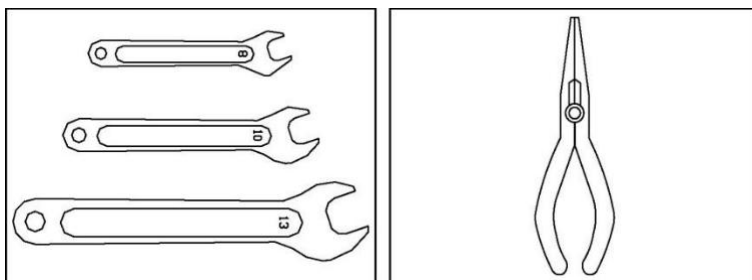

Figura 2
- Când transportați utilajul, asigurați siguranța acestuia prin legarea lui de cadru (figura 2).